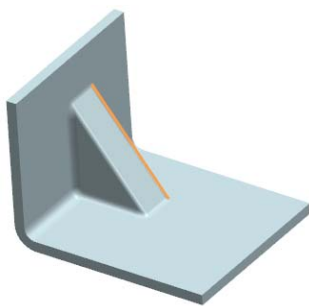

图 4-80 “用户定义的轮廓”示意图
(2) 用户定义的轮廓：在对话框中进行相关的设置以确定加固板的轮廓及放置位置，创建用户轮廓的加固板，示意图如图 4-80 所示。